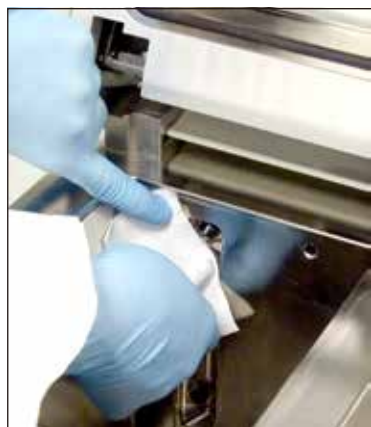

Рис. 239
- Используйте инструмент для очистки с салфеткой из микроволокна так, как показано на рис. 239 + 240!